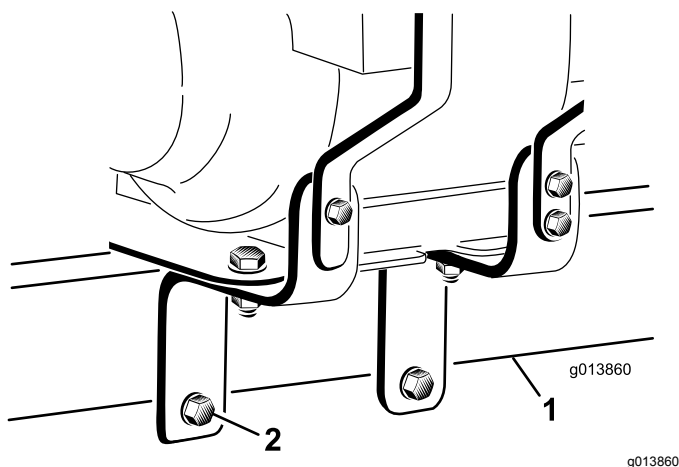

Figura 7
21. Inserite i 2 bulloni ($\frac{1}{2}$ " x 3") attraverso i fori delle staffe di montaggio motore assicurandovi che una rondella piatta sia posizionata contro ogni lato esterno della staffa di montaggio motore e che i bulloni passino agevolmente sotto il fondo del tubo dell'attacco di traino del ProPass. Serrate manualmente i 2 dadi ($\frac{1}{2}$ ") (Figura 7).